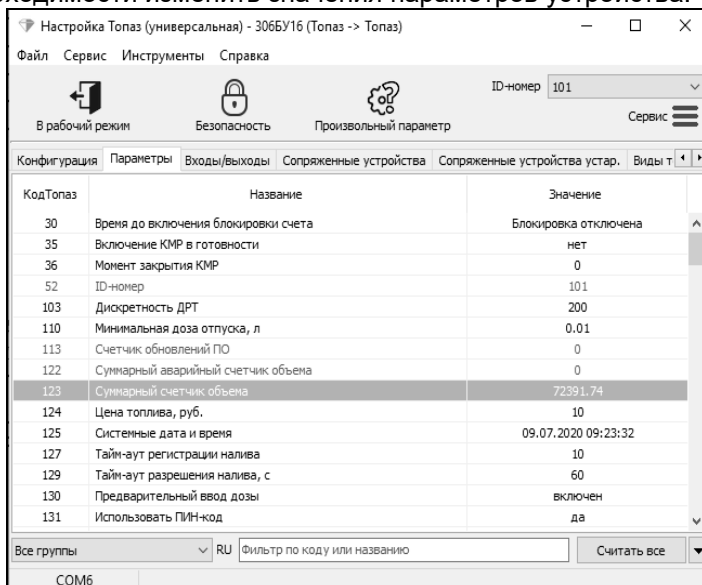

Рисунок 11
6.3.11 На вкладке "Параметры" (рисунок 11) можно просмотреть и при необходимости изменить значения параметров устройства.